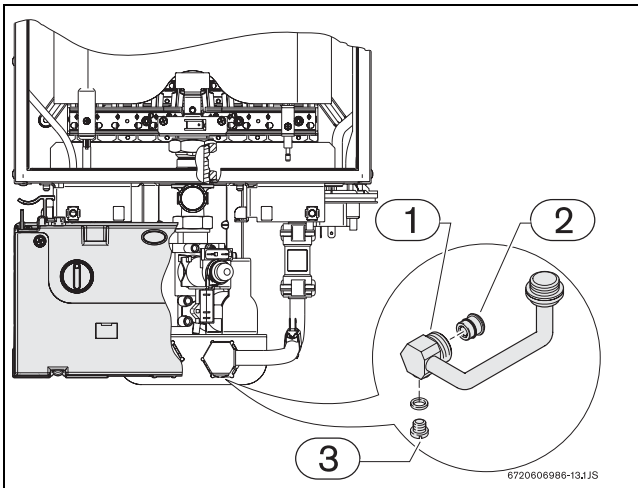

Fig. 15 Vite di scarico e filtro acqua
- Smontare il tubo di ingresso dell'acqua fredda (Fig. 15, pos. 1).
- Pulire il filtro dell'acqua (Fig. 15, pos. 2).
- Svitare ed asportare la vite di scarico (Fig. 15, pos. 3) situata nel tubo d'ingresso dell'acqua fredda.